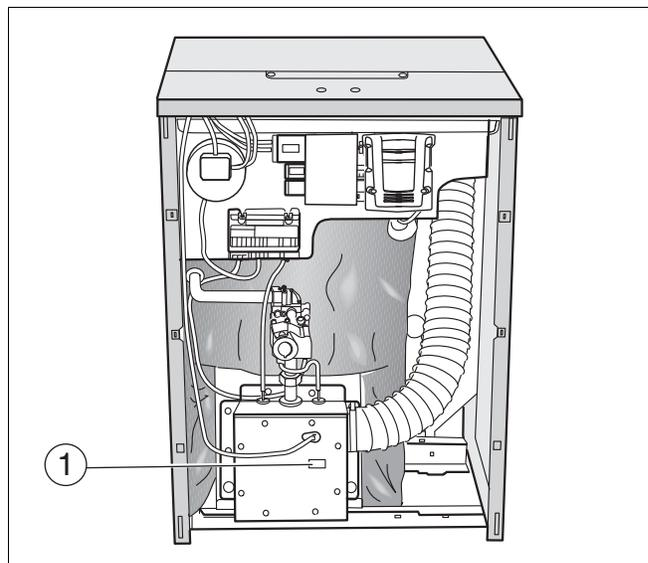
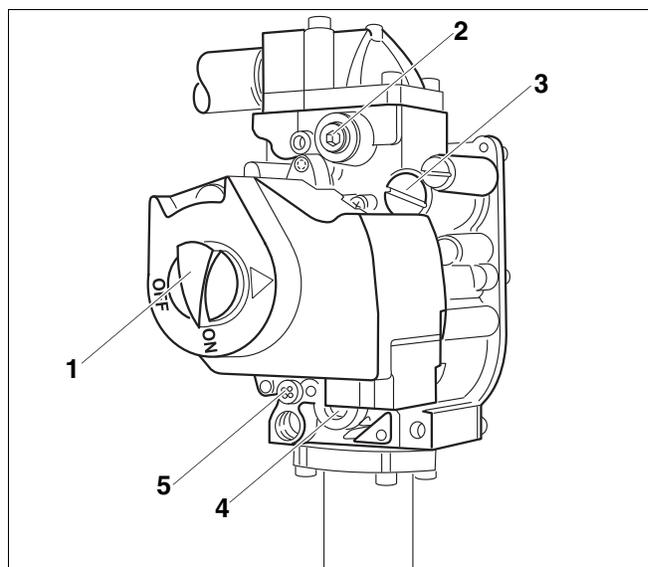

Fig. 29 Vue de face
Fig. 30 Bloc gaz
11. Vérifier la pression de l'injecteur. La pression aux injecteurs doit être réglée selon les valeurs indiquées dans le → tabl. 13. Pour régler la pression aux injecteurs, il faut retirer la vis de protection correspondante (→ fig. 30) sur le bloc gaz. Tourner la vis de réglage dans le sens des aiguilles d'une montre pour augmenter la pression aux injecteurs, et dans le sens inverse pour la diminuer. Ce réglage doit être effectué pendant que la chaudière tourne
12. Noter la valeur réglée dans le protocole de mise en service de la notice de montage et d'entretien puis revisser la vis de protection (→ fig. 30, page 38) sur le bloc gaz.
13. Observer la flamme d'allumage par le regard (→ fig. 29, page 38) sur le boîtier du brûleur.
La vis de réglage est située derrière la vis de protection pour le réglage de la pression aux injecteurs d'allumage (→ fig. 30, page 38).
16. Retirer la vis de protection pour le réglage de pression aux injecteurs d'allumage (→ fig. 30, page 38). Tourner la vis de réglage interne dans le sens des aiguilles d'une montre pour diminuer la flamme d'allumage, ou en sens inverse pour l'agrandir.
17. Après avoir réglé la vis de protection (→ fig. 30, page 38) resserrer à nouveau de manière suffisante.
18. Observer la flamme du brûleur principal par le regard (→ fig. 29, page 38) sur le boîtier du brûleur. La flamme doit être calme, ses contours nets et sa couleur généralement bleutée. Si la flamme du brûleur principal répond aux conditions requises, poursuivre avec l'étape 21. Si la flamme du brûleur principal est faible ou jaune ou s'éteint, tourner le bouton de mise en marche (→ fig. 30, page 38) du bloc gaz dans le sens des aiguilles d'une montre sur « OFF ». Fermer le robinet principal du gaz et couper l'installation de chauffage de l'alimentation électrique, puis contacter le technicien SAV ou le fournisseur de gaz.